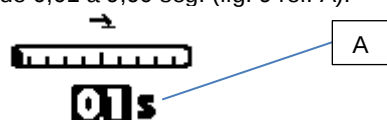

Fig.9
**OPCIÓN DE SOLDADURA E-SPOT (OPCIONAL) SOLO TIG DC.** Soldadura por puntos especial utilizable solo en el método de soldadura DC de contacto que permite reducir de manera drástica el aporte térmico y obtener fácilmente puntos de soldadura blancos y lúcidos en chapas difícil de soldar por puntos, como el acero inoxidable. Configure la corriente de soldadura (fig. 3 ref. N) y al final, seleccione mediante el codificador **S1** el submenú de opción (fig. 3 ref. D) y regule el tiempo de soldadura por puntos. Parámetro regulable de 0,01 a 9,90 seg. (fig. 9 ref. A).